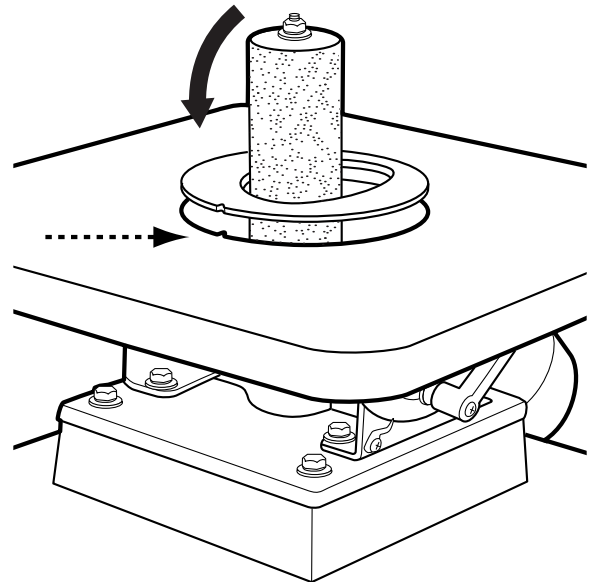

FIGURE 6
- Faites glisser la plaque d'insertion de table sur la broche. Assurez-vous que la plaque d'insertion de table est correctement placée en alignant la petite rainure de la plaque d'insertion de table avec le petit onglet correspondant dans la table, comme illustré à la Figure 6.